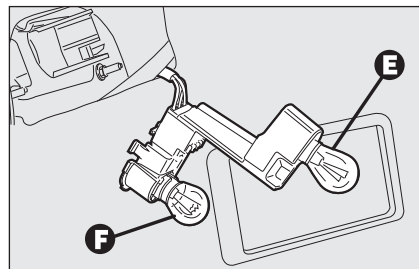

fig. 39
- ☐ rimuovere e sostituire la lampada interessata spingendola leggermente e ruotandola in senso antiorario **fig. 39**;